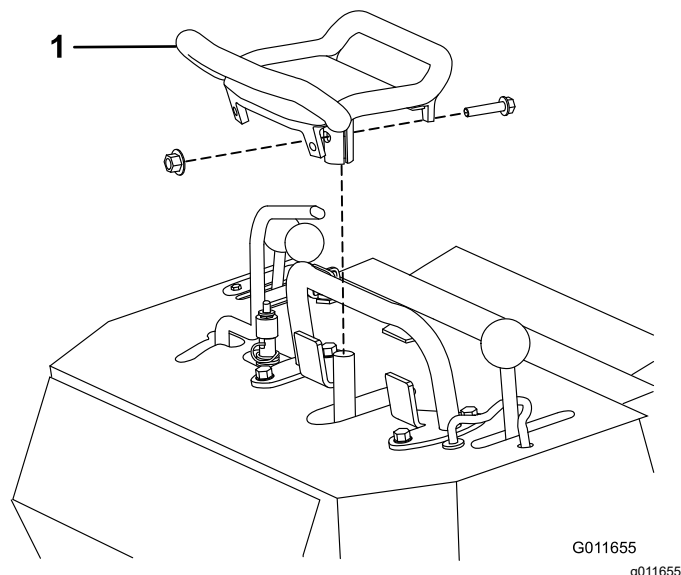

Figura 3
2. Rimuovete la stegola di guida (Figura 3).